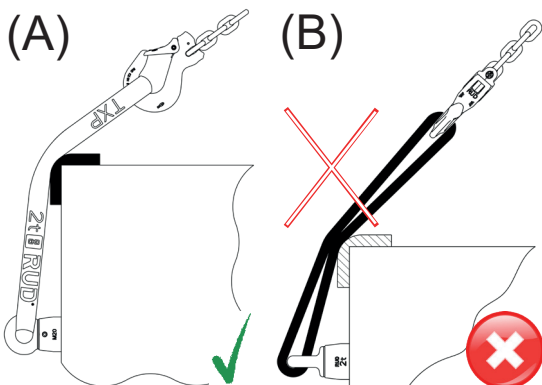

Abb. 9: (A) zulässige Anwendung
- TXP-Rundschlingen dürfen nicht gequetscht oder übereinander liegen (Abb. 9). Vermeiden Sie ebenfalls Faltenwurf der TXP-Rundschlinge im Anschlagmittel (wie z.B. Kranhaken, Schäkel oder Beschlagteil). Erhebliche Festigkeitsverluste sind die Folge.